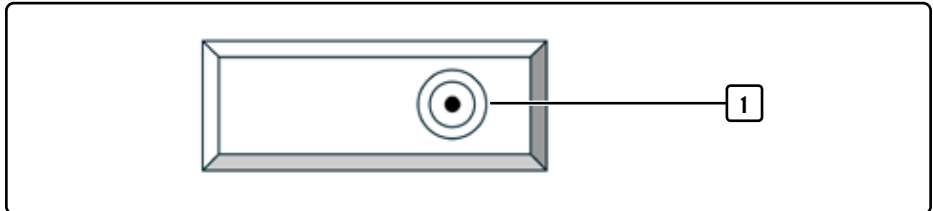

Fig. 7 Vue de dessus du réservoir d'eau
3. Insérez la cartouche filtrante dans l'adaptateur de filtre à eau [1, Fig. 7] sur le réservoir d'eau de manière à ce qu'elle soit emboîtée.